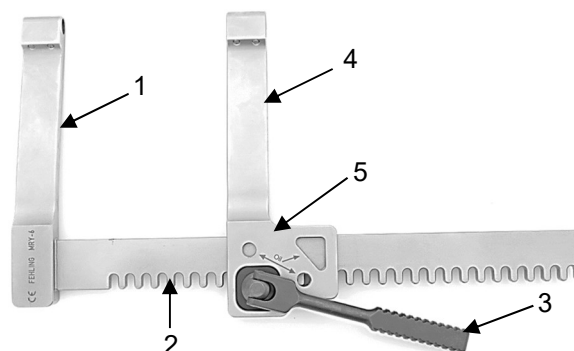

Fig. 14
La Figure 14 présente l'écarteur MARJAN MGH qui est un écarteur rectangulaire en forme de U avec roue dentée. L'écarteur rectangulaire se compose d'un bras écarteur fixe (1), d'une crémaillère (2) et d'un bras écarteur mobile (4). L'extrémité proximale du bras écarteur mobile correspond au boîtier (5) où se trouve le levier d'entraînement (3).